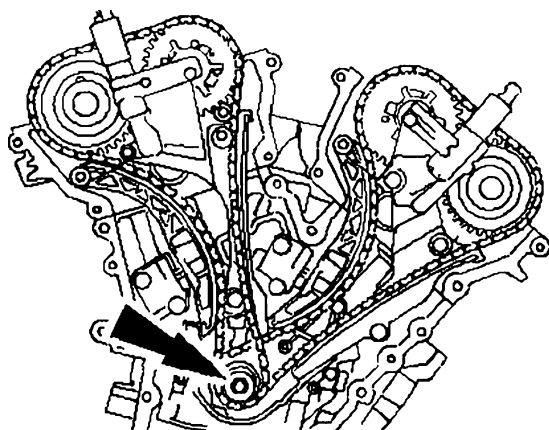

图 11-42 拆下曲轴带轮固定螺栓和垫圈
31) 拆下曲轴带轮固定螺栓和垫圈, 如图 11-42 所示。